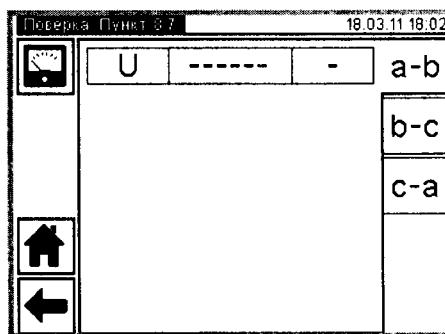

Рисунок 8.12
8.7.7 В окне "Поверка. Пункт 8.7" (рисунок 8.12) выбрать конфигурацию цепи, нажав закладку "a-b", как указано в ячейке "Конфигурация цепи" первой строки таблицы А.8.4 протокола.
8.7.11 Нажать кнопку " в окне "Поверка. Пункт 8.7", рисунок 8.12, для возврата к окну, представленному рисунком 8.11.